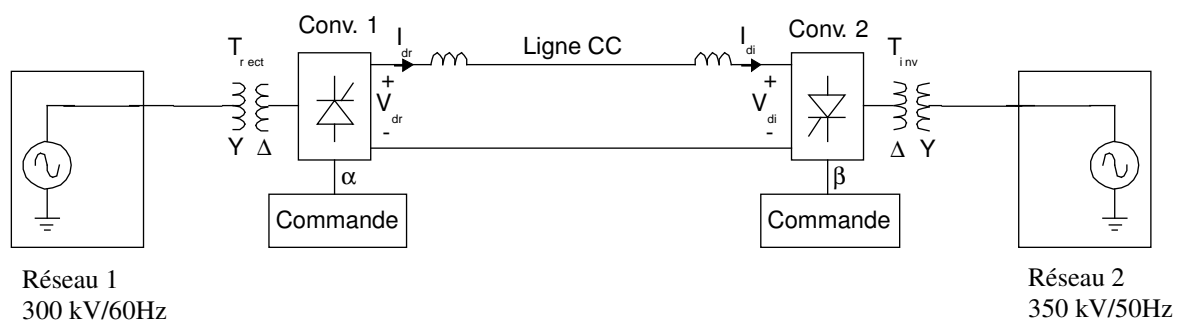

Figure 1 : Ligne HVDC
On souhaite dimensionner les ponts de Graëtz à thyristors et les transformateurs d'une ligne HVDC (Figure 1) qui permet d'échanger de l'énergie entre 2 réseaux triphasés alternatifs. Ces deux réseaux fonctionnent avec des fréquences et des niveaux de tension différents. Les caractéristiques des deux réseaux électriques et la ligne à courant continu sont les suivantes:
- 1) Expliquer le principe du montage de la figure 1 en 5 lignes maximum en précisant la nature du convertisseur 1 et du convertisseur 2 ainsi que leur fonctionnement. Montrer un schéma continu équivalent de ce système en faisant apparaître les variables de réglage (angles de retard à l'amorçage α et β).